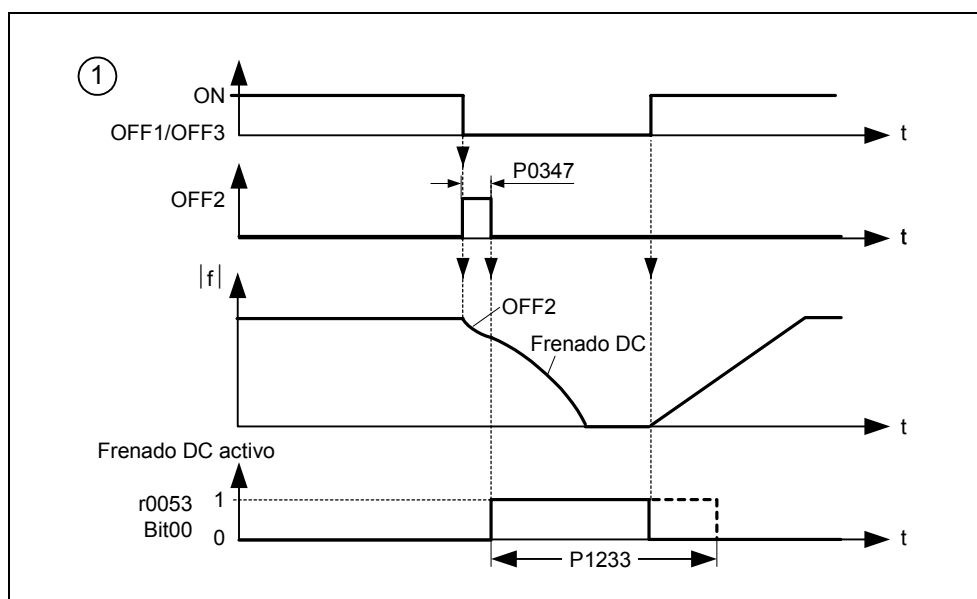

Figura 3-63 Freno por CC después de OFF1 / OFF3
2. Activar el freno por CC con OFF1 ó OFF3 (véase Figura 3-63).